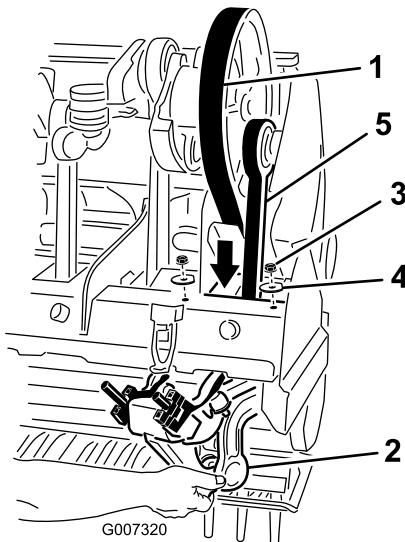

Figura 34
- Afloje y retire las dos (2) contratuercas y arandelas que aseguran el amortiguador rotalink para el brazo perforador nº 1 (Figura 34).
- Dirija la correa de transmisión hacia abajo a través del bastidor del cabezal de perforación y alrededor del extremo inferior del brazo perforador nº 1 Figura 34